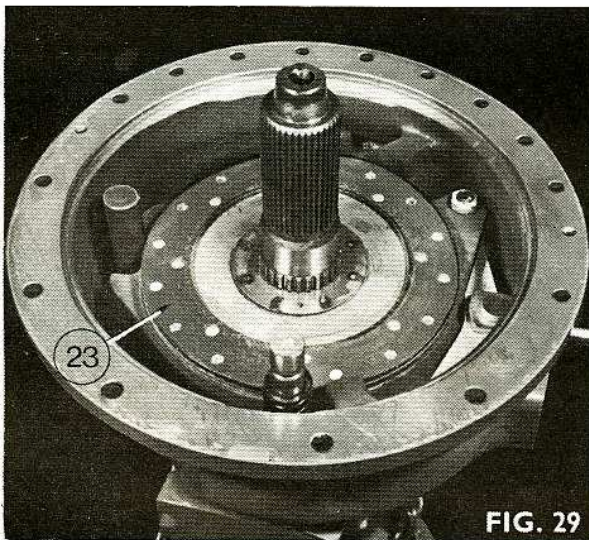

FIG. 29
3. Fig. 29. Déposer le premier plateau de friction (23).
6. Fig. 29. Reposer le second disque de friction (23).